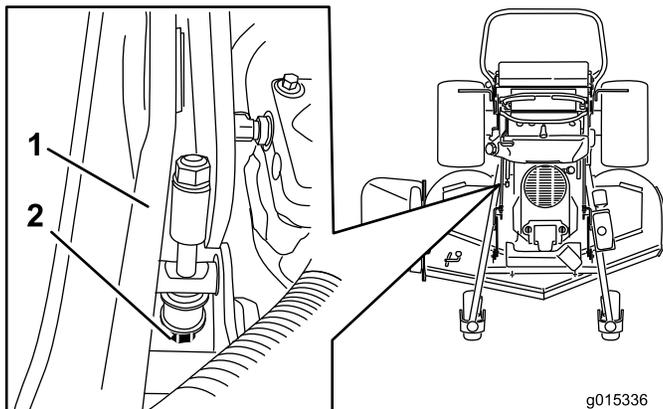

Figura 91
5. Si la medida no es correcta, localice la varilla de ajuste de la altura de corte en el lado derecho de la máquina (Figura 91).
6. Ajuste el perno de ajuste hasta obtener la distancia correcta de 7,6 cm (3 pulgadas) (Figura 91).